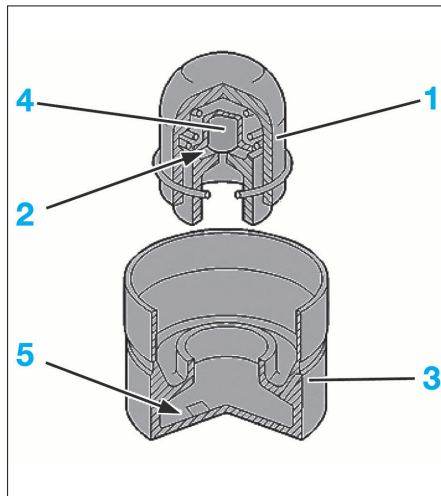

FIG. 54
- Comprimer les poussoirs hydrauliques entre le pouce et l'index (Fig.54).
- Si le piston (1) semble bloqué, la chambre haute pression (2) est pleine d'huile et le poussoir hydraulique est en extension maximal :
- Sortir le piston (1) en tapotant le poussoir (3) sur une cale en bois
- Vider la chambre haute pression (2)
- Faire sortir l'huile en appuyant sur la bille (4) et vider la chambre basse pression (5).
- Huiler la chambre (5).